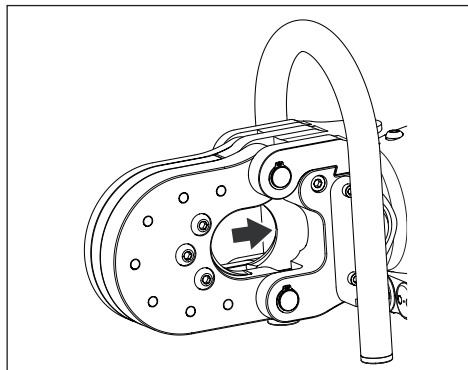

Figura 8, pistão e lâmina na posição inicial (totalmente retraída)
Sempre garanta que o pistão e lâmina móvel estejam na posição "inicial" totalmente retraída antes de colocar qualquer material dentro do cabeçote de corte. Veja a Figura 8.
1. Certifique que o pistão esteja na posição "inicial" (totalmente retraída). Veja a Figura 8.